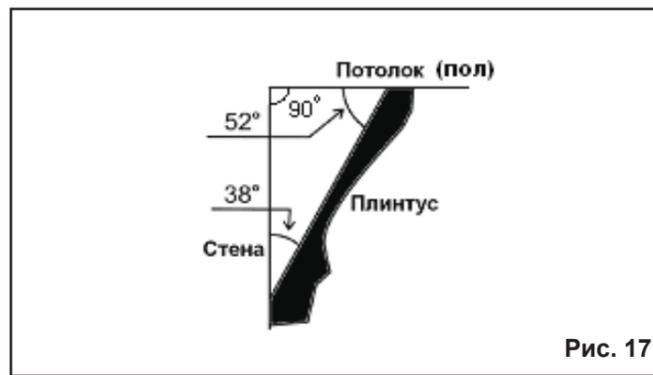

Рис. 17
верхний задний угол (часть, которая крепится к потолку) составляет 52°, а нижний задний угол (часть, которая крепится к стене) составляет 38°, как показано на Рис.17.
и 38°. Пиление напольного плинтуса (с такими же параметрами углов) производится по аналогии с потолочным, учитывая его нижнее положение. Для пиления плинтусов с другими параметрами углов (не соответствующими Рис. 17), рекомендуем изучить соответствующую справочную или учебную литературу.
15.1. Пиление плитуса, Рис.17